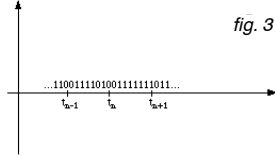

fig. 3
- Mode série : sur 1 seul fil, les une après les autres (Fig. 3)